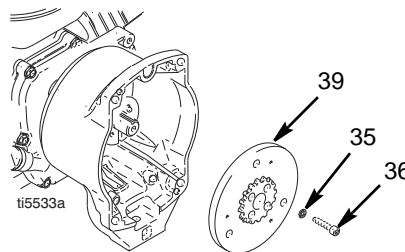

FIG. 7
9. FIG. 7. Utilice una llave de impacto o coloque una cuña entre el inducido (39) y el cárter del embrague para sujetar el eje del motor durante el desmontaje.
10. Saque los cuatro tornillos (36) y las arandelas de seguridad (35).
11. Desmonte el inducido (39).